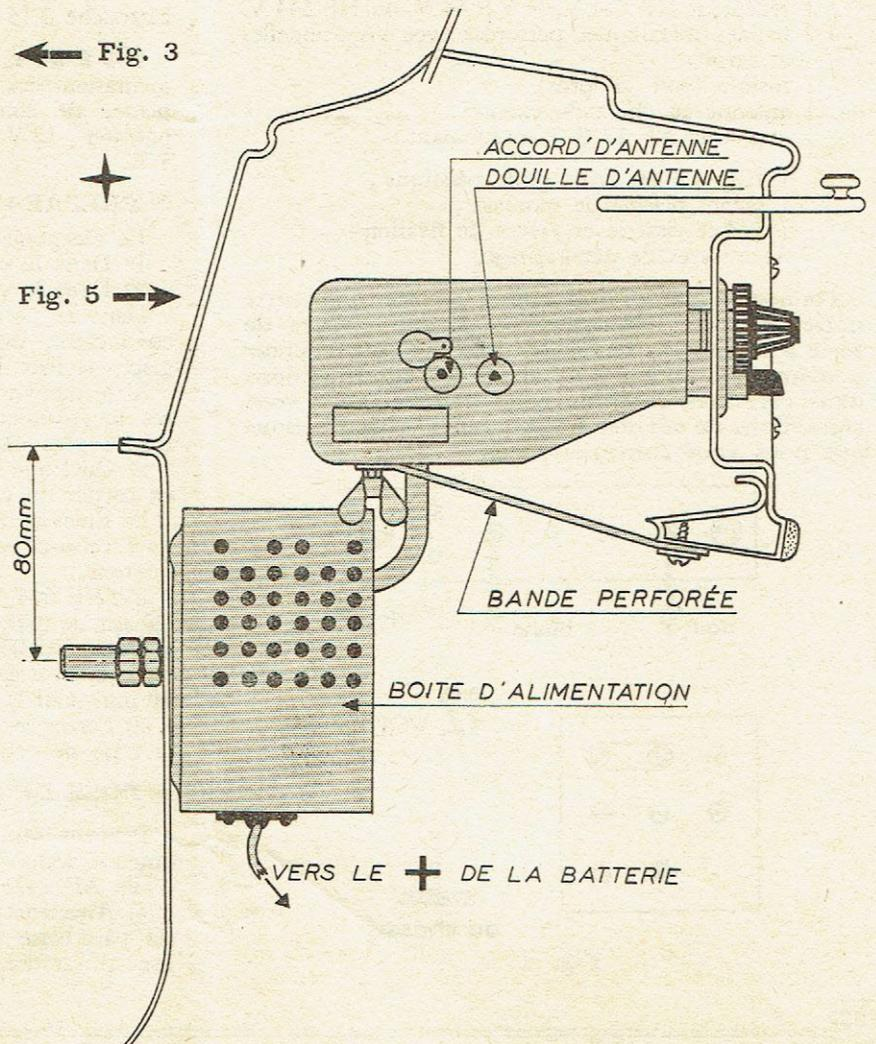

Fig. 5
b) Fixer l'arrière du récepteur à l'aide d'une bande perforée, livrée avec le récepteur (voir fig. 5). Cela est indispensable afin de supprimer toutes vibrations.